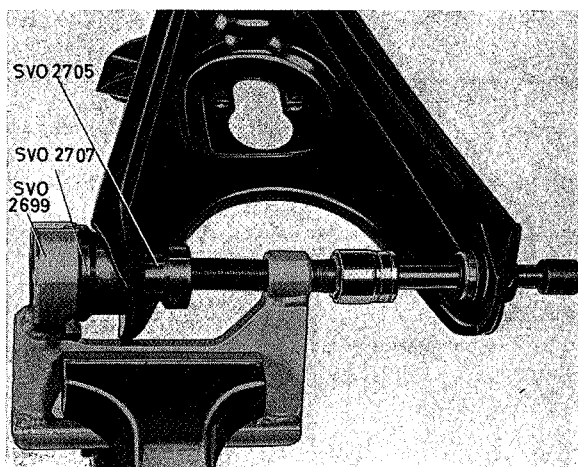

Fig. 6-29. Demontage rubber bus, onderste draagarm
1. Zet het persgereedschap SVO 2699 in de bankschroef vast. Pers de busen uit met drijver SVO 2705 en SVO 2701, zie Fig. 6-29.